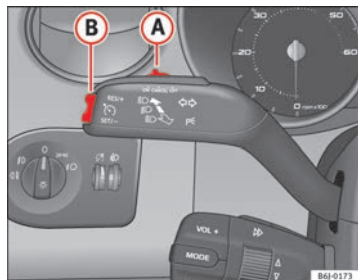

Fig. 108 Palanca de intermitentes y de luz de carretera: mando y tecla basculante para el regulador de velocidad
- Mueva el mando ⇒ fig. 108 **A** hacia la izquierda hasta la posición **ON**.